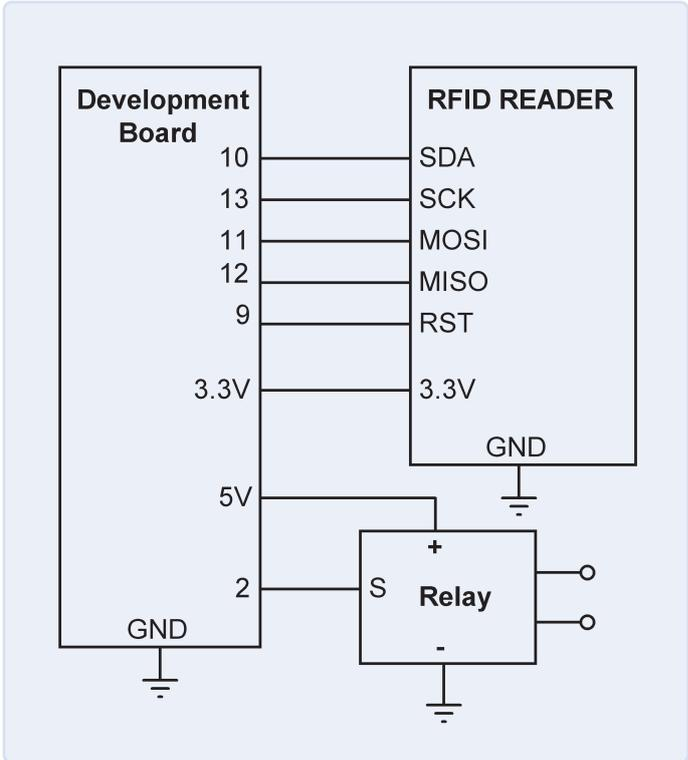

Figure 6. Circuit du projet de contrôle d'accès.
**Circuit :** le schéma du circuit est présenté à la **figure 6**. Contrairement aux autres projets de « commutation » proposés dans le livre ( non abordés ici ), un relais est ajouté au port 2.